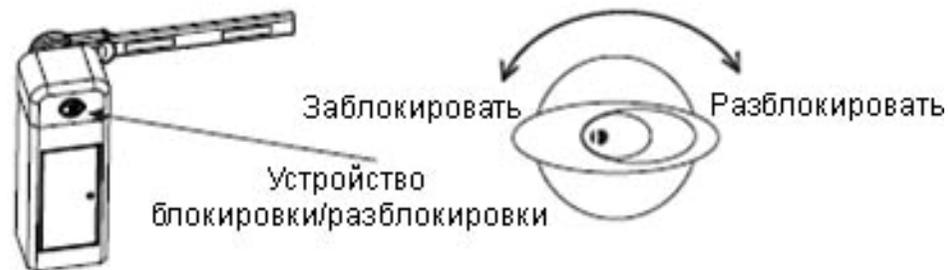

Рис. 9 – Блокировка/разблокировка механизма шлагбаума R3000
– вставить ключ (из комплекта поставки) в механизм блокировки и повернуть его на 180° по часовой стрелке см. рис. 9, тем самым разблокировав механизм шлагбаума;